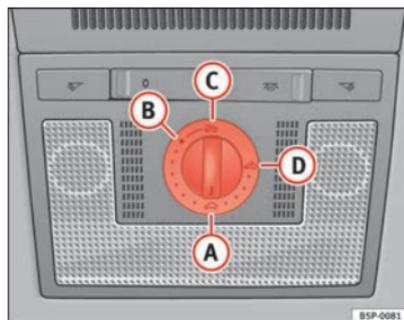

Fig. 68 Détail du ciel de pavillon : commande rotative du toit ouvrant coulissant/relevable
- Tournez la commande rotative en position **A** ⇒ fig. 68 ⇒ **!**.